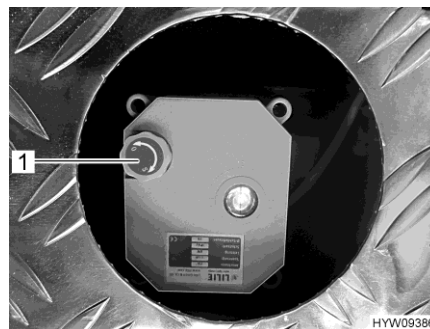

Bild 135 Ratt (avloppsventil)
- För att öppna avloppsventilen, dra ratten (Bild 135,1) uppåt och vrid moturs till stoppläget. Vridriktningen (O för öppna, S för stänga) är markerad på ratten.
- För att stänga avloppsventilen, dra ratten (Bild 135,1) uppåt och vrid medurs till stoppläget.